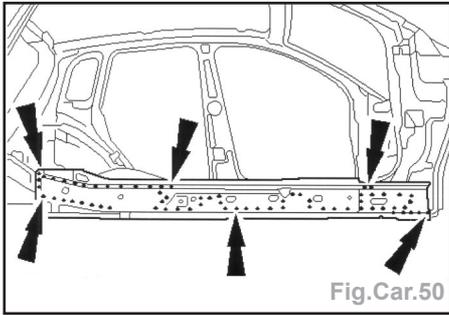

Fig.Car.50
- Souder par points (Fig.Car.50).